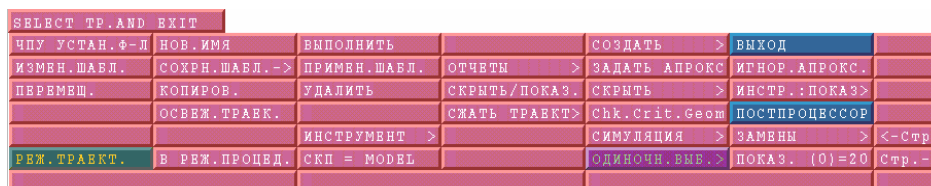

Рисунок 25 – Меню управления траекторией
- Нажимаем кнопку меню (рисунок 25) **ИЗМЕНИТЬ**.
- 2.4.7. Для того, чтобы скорректировать инструмент в меню управления траекторией, (рисунок 25) выполняем ряд последовательных действий:
- 1.8.5.1. Выбираем пункт меню (рисунок 25) под названием **СИМУЛЯЦИЯ**.